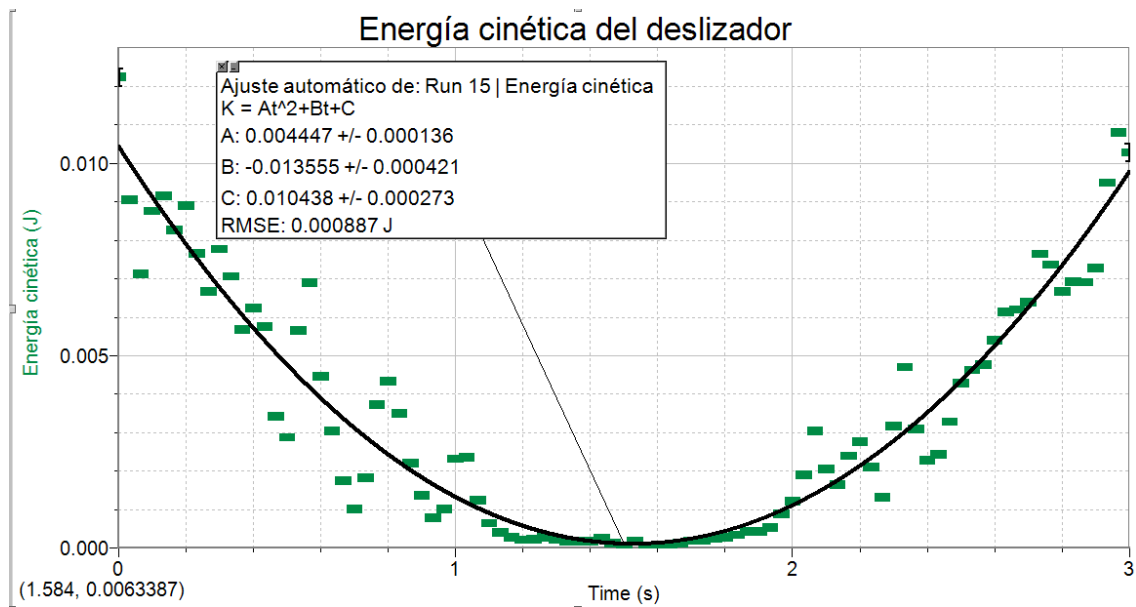

Figura 15. Energía cinética y ajuste del deslizador.
- Configurar la gráfica resultante incluyendo título, etc. y ajustar la curva a una ecuación cuadrática. El resultado debe de ser similar al mostrado en la Figura 15.